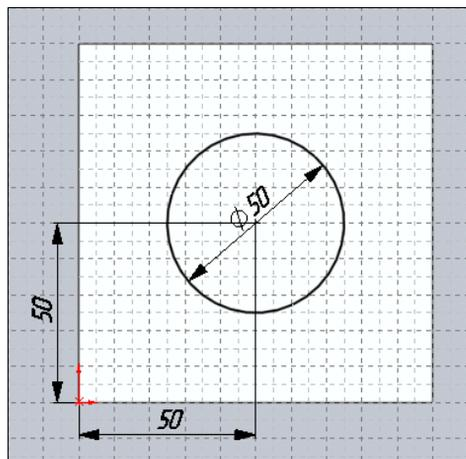

Рис. 5.55
2. С помощью команды  — **Вытянутая бобышка/основание** панели инструментов **Элементы** произведите вытягивание эскиза на расстояние 10 мм. На плоской поверхности детали создайте новый эскиз окружности диаметром 50 мм (рис. 5.55).